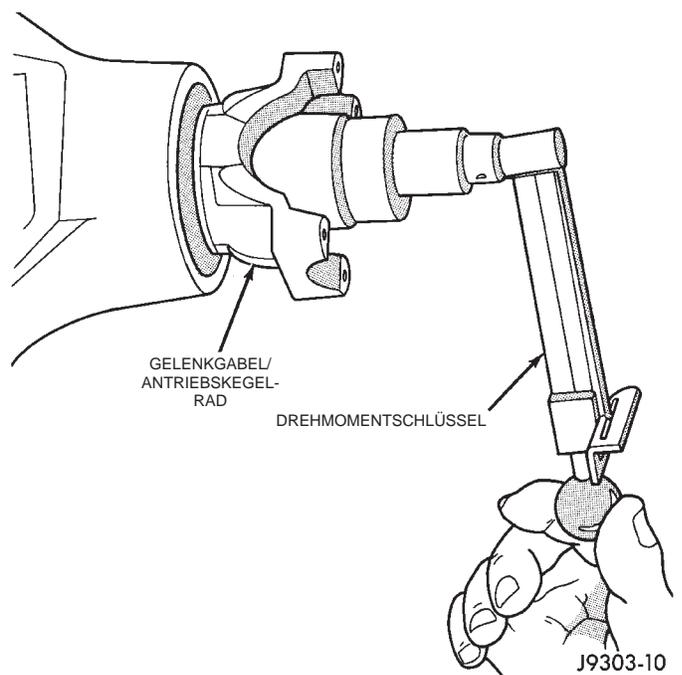

Abb. 10 Drehmoment des Antriebskegelrads messen
(5) Das zum Drehen des Antriebskegelrads erforderliche Drehmoment (= Vorspannung des Lagers) mit einem Drehmomentschlüssel (mit niedrigem Meßbereich) messen. Der Widerstand muß dem vor dem Ausbau gemessenen Wert entsprechen, plus weitere 0,56 N·m (5 in. lbs.) (Abb. 10).